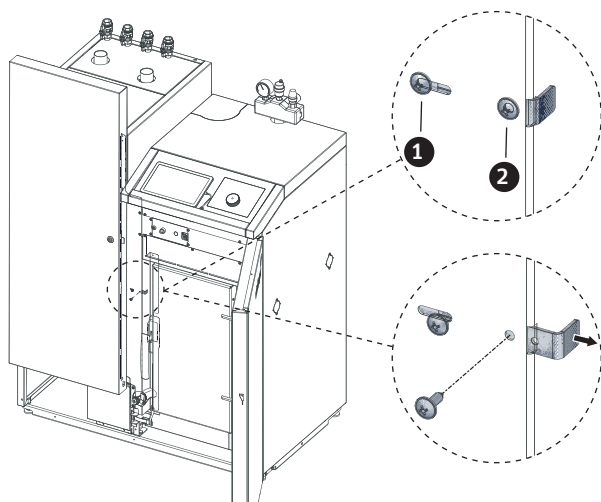

Fig. 13 Estrarre il bloccaggio della porta di contenimento sinistra
- Allentare la vite **1**, togliere la vite **2** ed estrarre la staffa di bloccaggio fino all'arresto – Fig. 13.